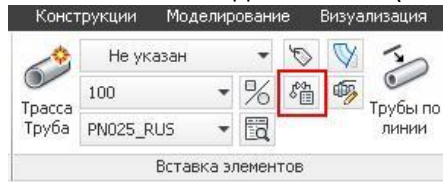

Рис. 82
- В этом случае трассировку трубопровода будем вести другим способом. Воспользуемся данными монтажно-технологических схем. Для этого откройте список линий P&ID, нажав на кнопку **Список линий P&ID** в разделе **Вставка элементов** на вкладке **Главная** (Рис. 82).